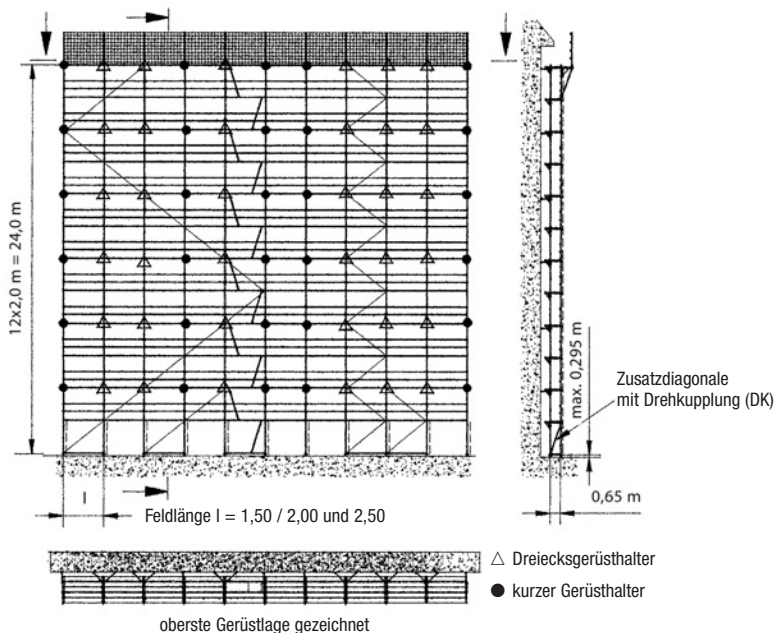

Bild 20
- weiterer Aufbau wie in Bild 20 dargestellt (einschließlich Netze)